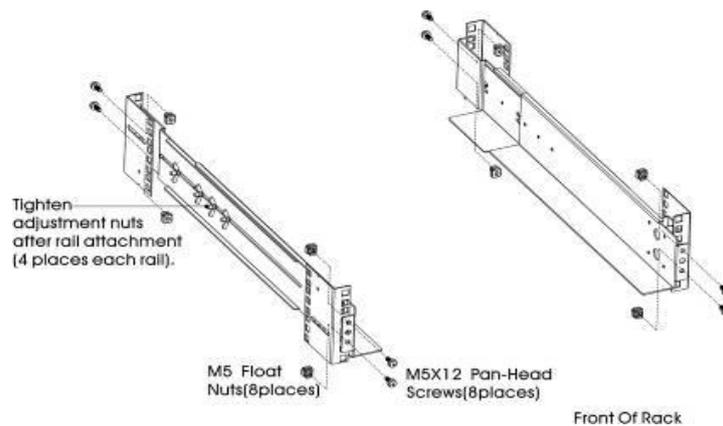

Abbildung 2
- b) Wählen Sie die richtige Größe im Rack für die USV-Platzierung aus (siehe Abbildung 2). Die Schiene nimmt vier Positionen auf der Vorder- und Rückseite des Racks ein.